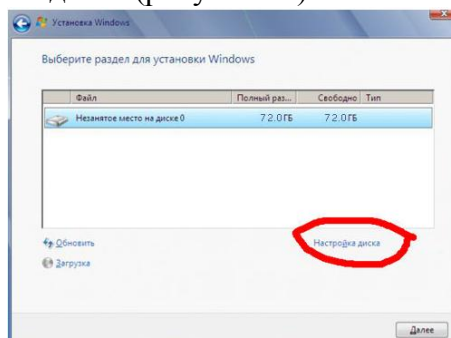

Рисунок 12 – Настройка диска
5) Выбираете **Настройка диска** (рисунок 12).